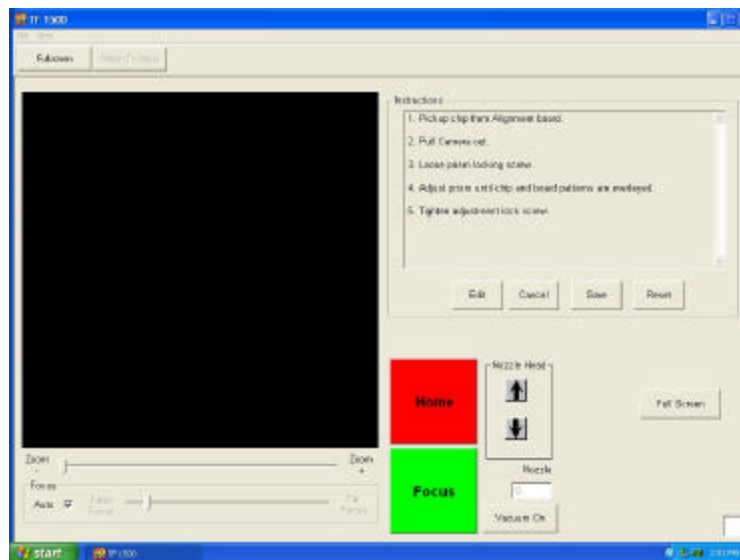

Figura 9
- iii. El monitor muestra ahora la pantalla de calibración. (Figura 9)